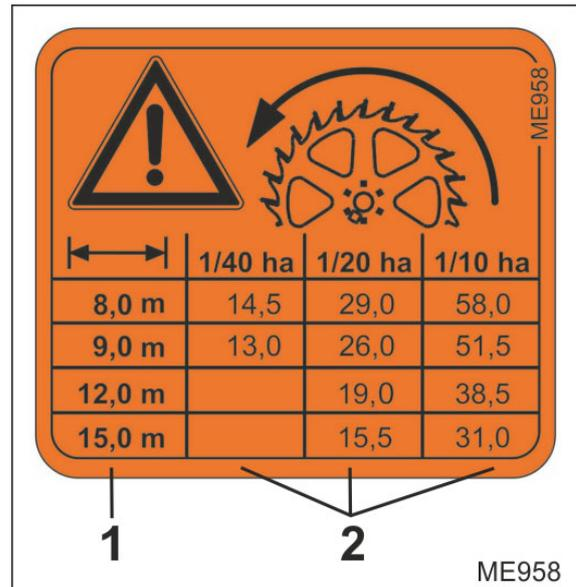

Fig. 161
11. Tourner la roue d'entraînement vers la gauche du nombre de tours de manivelle indiqué dans le tableau (Fig. 161).